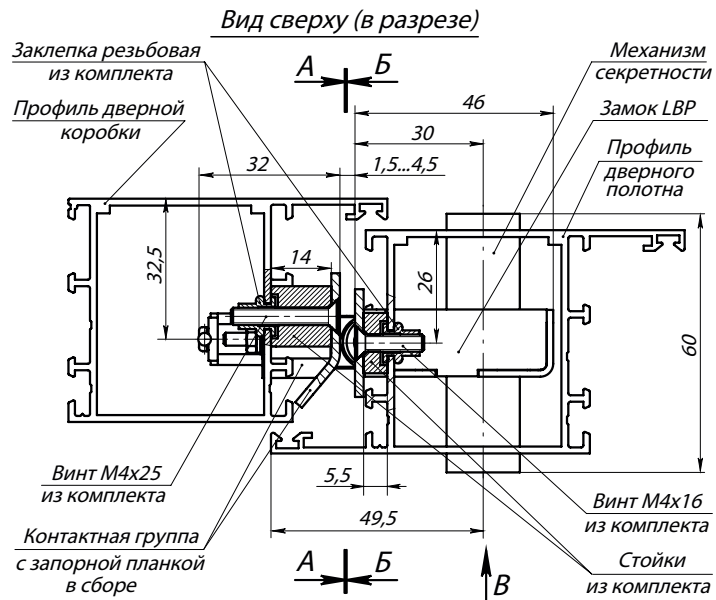

Рис. 3. Замок с контактной группой PERCo- BP2 в сборе (виды А, Б и В изображены на установочных шаблонах)
- профили дверного полотна AGS68\_6863, AGS50\_5213 и профили дверной коробки: AGS68\_6864, AGS50\_5215 (ООО «Агрисовгаз»), или аналогичные им по своему сечению (см. рис. 3).
4. **Для замка с запорной планкой PERCo-BP2.** Установите замок (1) в заранее подготовленный паз в профиле дверного полотна. Подложите под точки крепления замка стойки из комплекта поставки, после чего закрепите замок винтами M4x16 (5) (см. рис. 3).